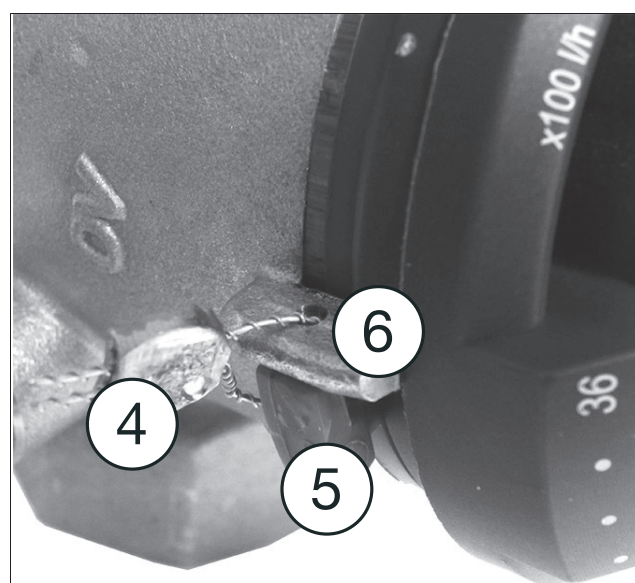

Fig. 7 : Protection du pré-réglage
1. Démonter la bague de blocage (2).
2. Pousser la poignée manuelle (3) et la tourner jusqu'à ce que le marquage de la valeur de consigne (1) se trouve en face de la valeur de débit souhaitée (maintenant la poignée manuelle enclenche dans la denture).
3. Remonter la bague de blocage (2).
En option, la bague de blocage (5) peut être plombée au marquage de la valeur de consigne (6) à l'aide du jeu de plombage (4) (accessoire, réf. 1089091) (voir Fig. 7)